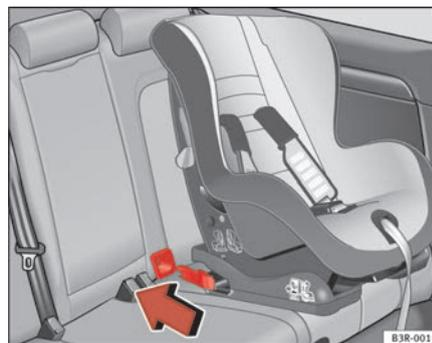

Fig. 33 As fixações ISOFIX da cadeira de criança fazem-se deslizar pelas guias de plástico já montadas, até as fixar nas fixações ISOFIX do veículo
- Faça deslizar as fixações da cadeira pelas guias de plástico até as fixar nas argolas ISOFIX do carro (ao ocorrer o fecho correcto das mesmas deve ouvir-se um «clique», e a cadeira deve ter também um indicador visual que confirme a correcta fixação) ⇒ fig. 33.